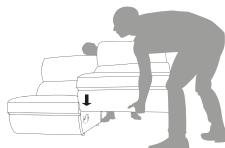

Рис. 2
- відрегулюйте положення фіксаторів (рис. 2),
Особливу увагу слід звернути на регулювання фіксаторів, т.зв. лапок (рис.2), розташованих у верхній і нижній частині елемента.